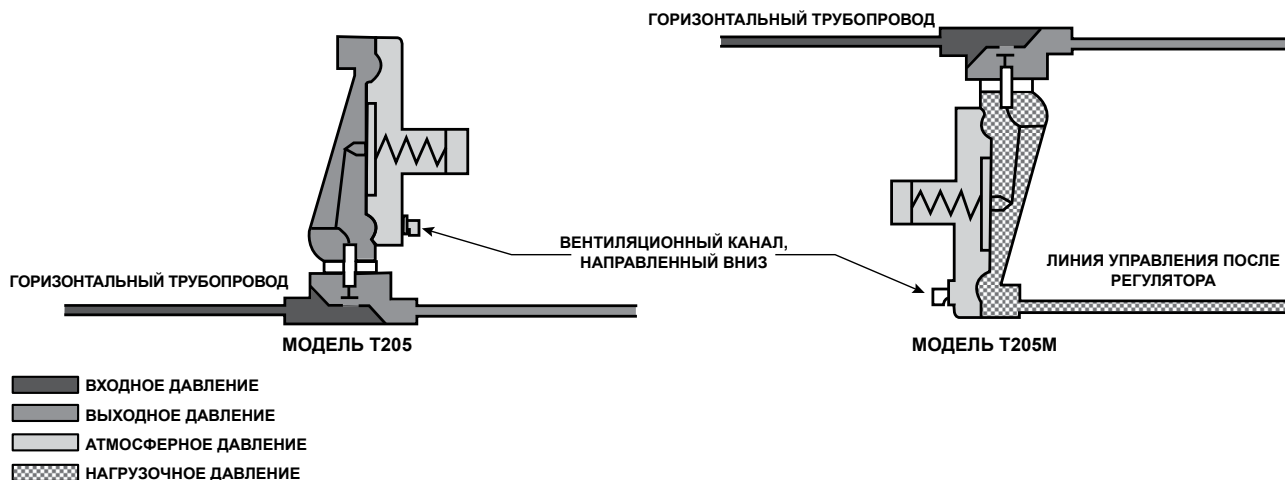

Рис. 4. Схема дренажирования кожуха привода для модели T205
2. Регулятор может быть установлен в любом положении, при условии что направление потока газа через регулятор совпадает с направлением, указанным стрелкой на корпусе регулятора. При использовании регуляторов моделей T205 или T205M, для их правильной работы и для достижения заявленных пропускных способностей при низком заданном значении, цилиндр кожуха пружины при установке должен быть направлен вниз, как показано на рис. 1. Чтобы обеспечить полный слив корпуса, регулятор следует устанавливать в соответствии с рис. 4. Если во время обслуживания или технического обслуживания регулятора система должна продолжать работу, необходимо установить трехклапанный байпас вокруг регулятора.